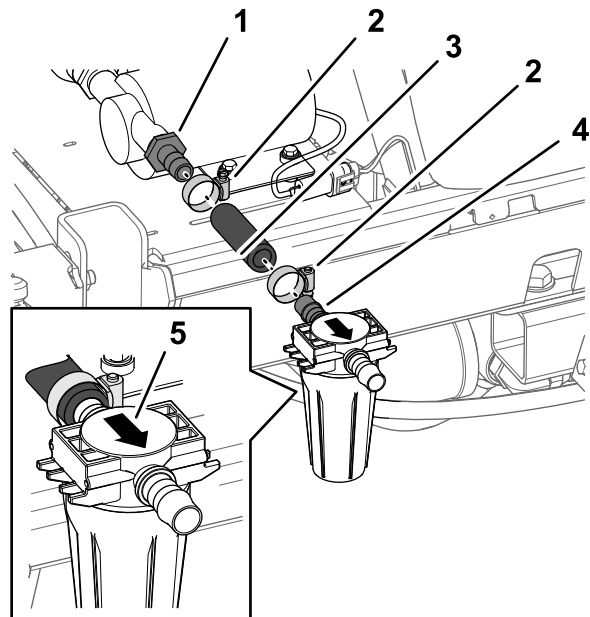
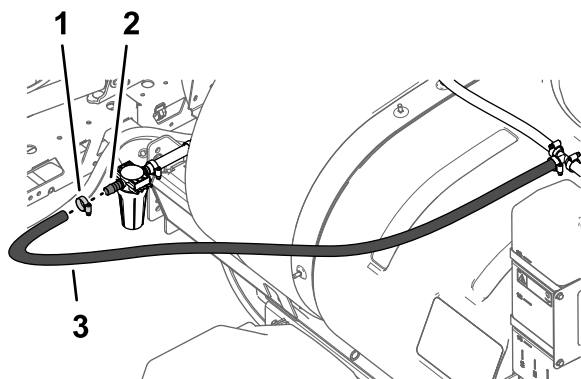

Figura 29
Figura 30
2. Montate il flessibile di 17,8 cm che avete tagliato al passaggio **Taglio del flessibile (pagina 5)** sul raccordo diritto dentellato esterno della pompa del serbatoio di lavaggio con una fascetta stringitubo e serrate la fascetta manualmente (Figura 29).
(gruppo filtro) nel flessibile di 17,8 cm con una fascetta stringitubo (Figura 29).
- Montate l'estremità libera del flessibile di 1,9 x 180 cm sul raccordo diritto dentellato all'uscita della testa del filtro con una fascetta stringitubo (Figura 30).
- Regolate la posizione della testa del filtro, in modo che il pozzetto del gruppo filtro sia verticale, e serrate le 2 fascette stringitubo manualmente (Figura 29 e Figura 30).